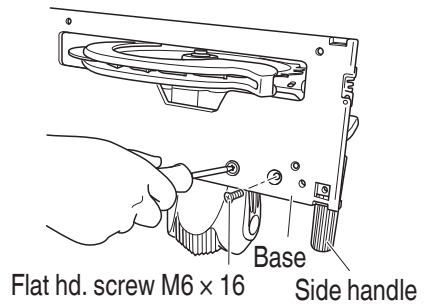

Fig. 2
5. **When using the side handle (Fig. 2)**